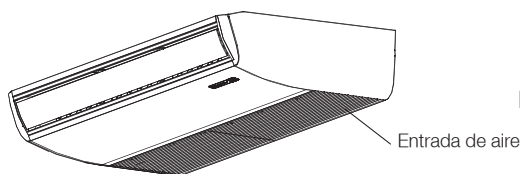

Fig.6-1
- Abrir la rejilla de entrada de aire con un destornillador o herramienta similar. (Véase Fig. 6-1).